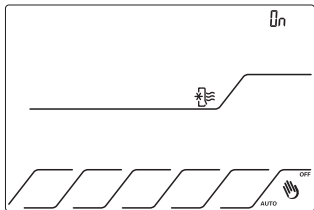

Fig.15
4.2.4 Premere il tasto **OK** per confermare. Sul display compaiono la scritta ON e l'icona *≡ come da Fig.15. Se non si conferma dopo 30 secondi si torna in Stand-by.